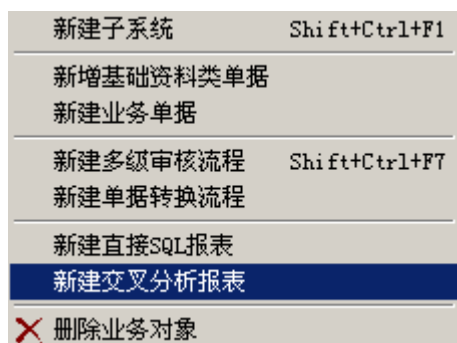

图 12-11
- 1、在 K/3 BOS IDE 界面，单击【工程】→【新建交叉分析报表】，如图 12-11 所示：